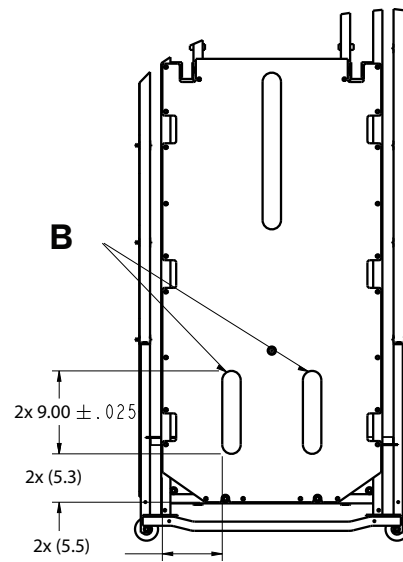

图 2 – 将 Velcro 贴到足端上
9. 重复步骤 1-8，更换足端的 Velcro (B) (图 2)。